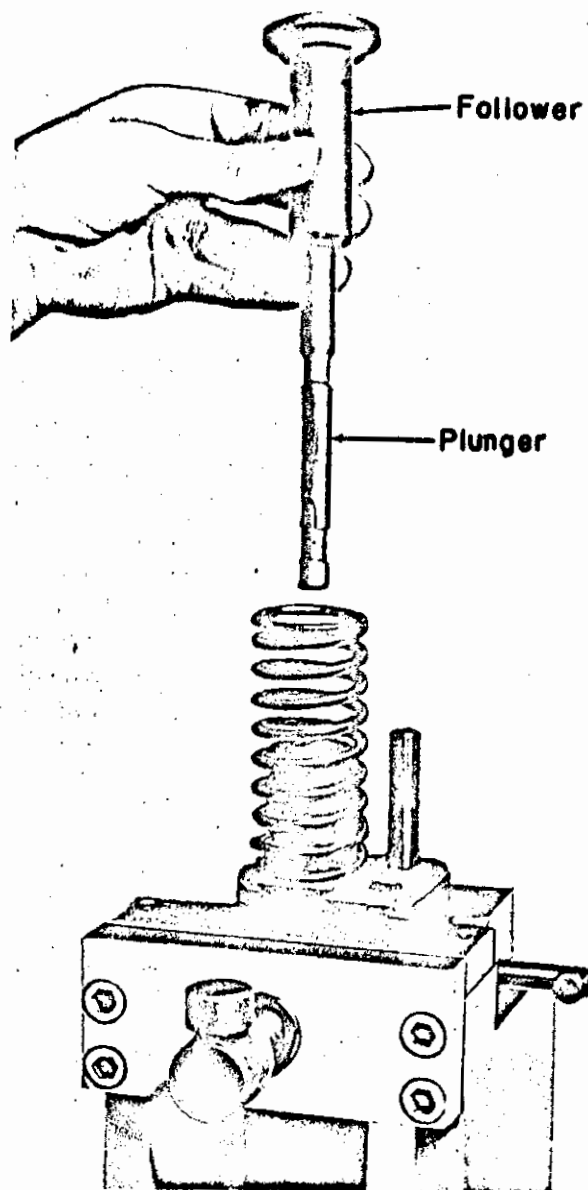

Fig. 23 – Instalación del émbolo y seguidor
11. Désele vuelta al lado plano del émbolo (o ranura de cuña del engranaje) para que quede en el mismo lado que el pasador de tope del seguidor. Introdúzcase el conjunto en el inyector, Fig. 23. Suéltese el pasador de tope cuando toque con la guía del cuerpo y moviendo ligeramente la cremallera hágase que entre la ranura de cuña del émbolo en el engranaje de manera que el émbolo vaya para abajo y el pasador de tope entre en su ranura.